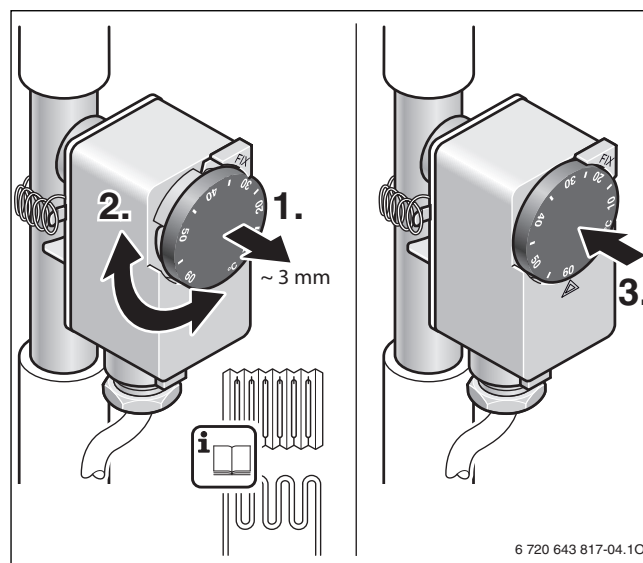

Bild 18 Temperatur einstellen
- Abschalttemperatur des Temperaturwächters entsprechend der Auslegung und Verträglichkeit der Heizungsanlage einstellen (→ Bild 18). Auf geeignete Temperatur für den Fußbodenbelag achten (Einstellbereich: 10... 60 °C).